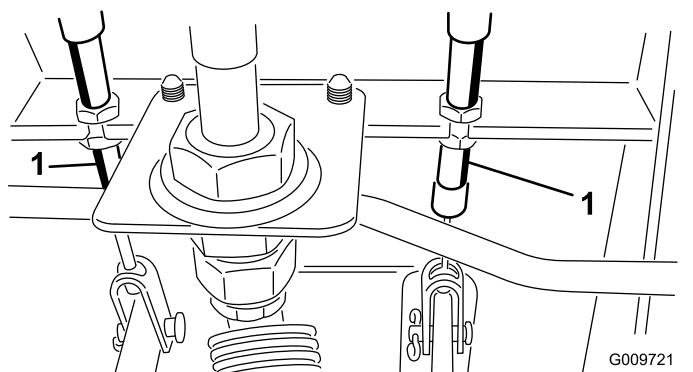

図 71
2. オイルクーラとラジエターの両方の裏表図 71を圧縮空気で丁寧に清掃する。機体の前側からエアを吹きつけて後ろ側にゴミを吹き飛ばします。その後、今度は後ろ側から前側に向かって吹きつけて清掃します。この作業を数回繰り返してごみやほこりを十分に落とす。